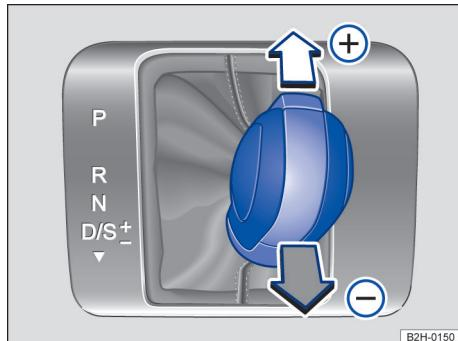

Fig. 100 Alavanca seletora na posição Tiptronic (veículos com direção à esquerda). Veículos com direção à direita são espelhados.
- Mover a alavanca seletora para frente (+) ou para trás (-) para aumentar ou diminuir a marcha → Fig. 100.